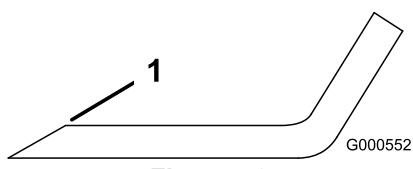
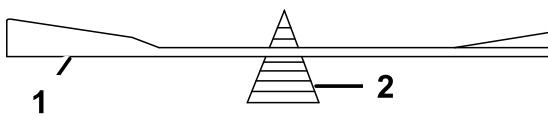

Figura 50
Figura 51
2. Verifique el equilibrio de la cuchilla colocándola sobre un equilibrador de cuchillas (Figura 51). Si la cuchilla se mantiene horizontal, está equilibrada y puede utilizarse. Si la cuchilla no está equilibrada, rebaje algo el metal en la parte de la vela solamente (Figura 50). Repita este procedimiento hasta que la cuchilla esté equilibrada.